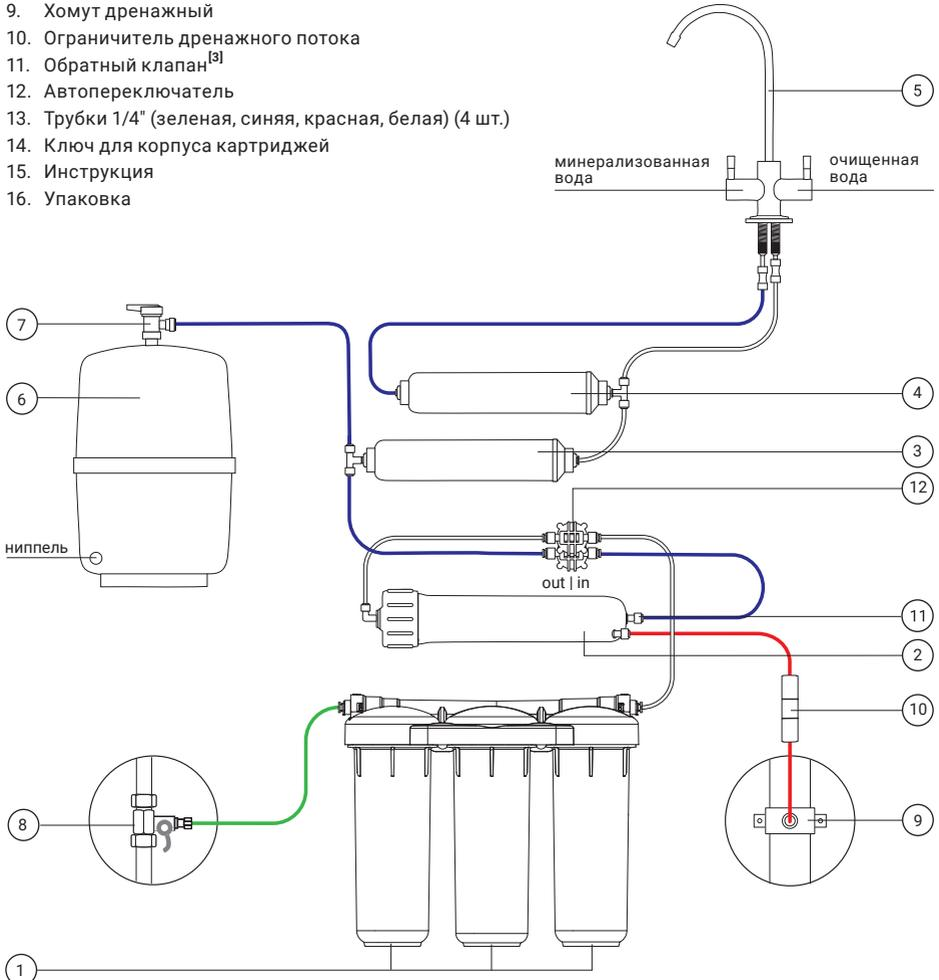

Рис. 3. Схема подключения Гейзер Аллегро М/Премиум/Престиж М/Zero 50М/Zero 100М
6. Согласно схеме подключения (см. рис. 2, рис. 3) подключите одну часть синей пластиковой трубки в фитинг-тройник, подключенный к угольному постфильтру. Другой конец трубки подключите в фитинг на выход из угольного постфильтра. В фильтрах с минерализатором белую пластиковую трубку из комплекта поставки подключите в фитинг на выход из минерализатора.